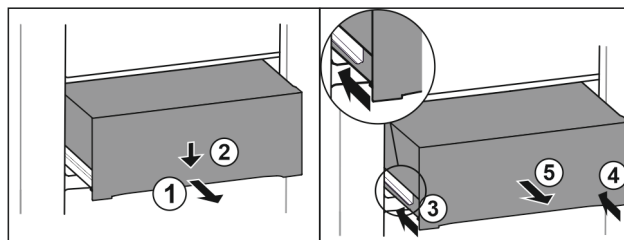

Fig. 179
- ▶ 将抽屉拉出一半。 Fig. 179 (1)
- ▶ 朝下按压正面的抽屉。 Fig. 179 (2)
- ▶ 将左侧轨道推入大约 2 cm。 Fig. 179 (3)
- ▶ 将右侧轨道推入大约 2 cm。 Fig. 179 (4)
- ▶ 朝前取出抽屉。 Fig. 179 (5)